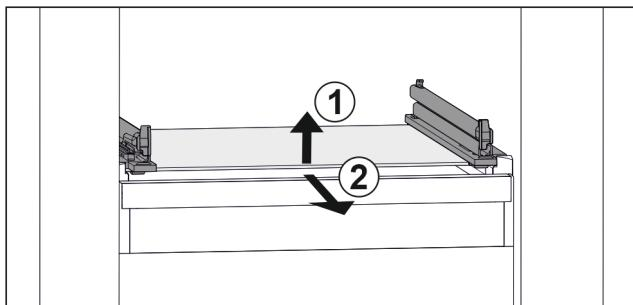

Fig. 23 Príklad zobrazenia sklenej dosky
- Nadvihnite sklenenú dosku vpred. Fig. 23 (1)
- Odoberte sklenenú dosku dopredu. Fig. 23 (2)